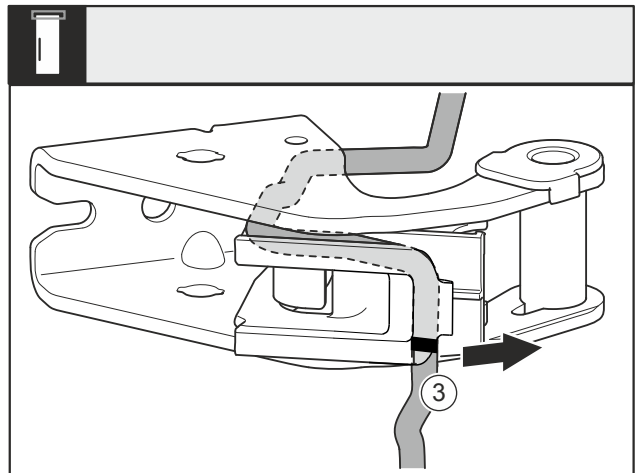

Fig. 28
- ▶ Kabel mit der Kabelhalterung Fig. 28 (3) vom Lagerbock demontieren.